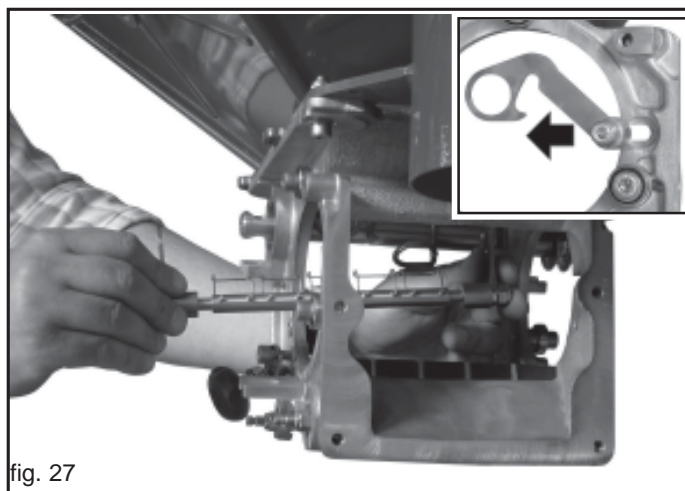

fig. 27
- 4) Extraire l'arbre des éléments élastiques des sièges (Fig. 27).